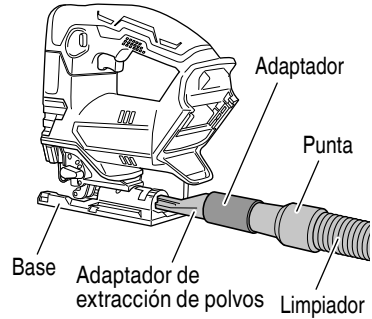

Fig. 31
Conectando con el limpiador (en venta separadamente) a través del colector de polvo y el adaptador (en venta separadamente), se podrá recolectar casi la totalidad del polvo. (Fig. 31)
- (3) Conecte el adaptador de extracción de polvos con el adaptador. (Fig. 31)
- (4) Conecte el adaptador con la punta del limpiador. (Fig. 31)